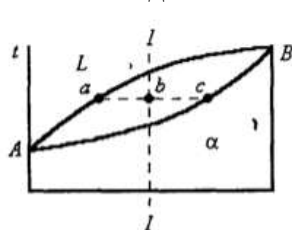

Рис. 29
**№ 58. Отношением каких отрезков определяется количество кристаллической фазы в сплаве / - / в точке b(рис. 29)?**